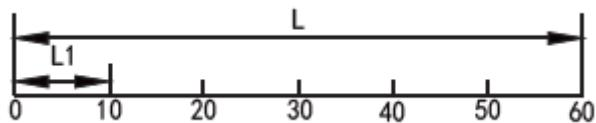

Рисунок 13 – Стартовая точка в качестве механического нуля.
1) Использование стартовой точки в качестве механического нуля для корректировки ошибок (рисунок 13).